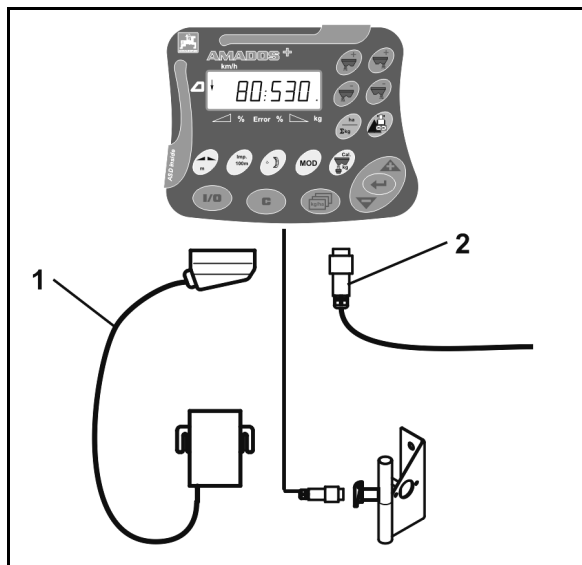

Fig. 2
1. Maskinen som er påmontert eller slepes av traktoren, skal kobles til via maskinkontakten (Fig. 2/1).
2. Signalkabelen fra traktorens signalstikkontakt eller sensoren X (Fig. 2/2) kobles til **AMADOS⁺**.